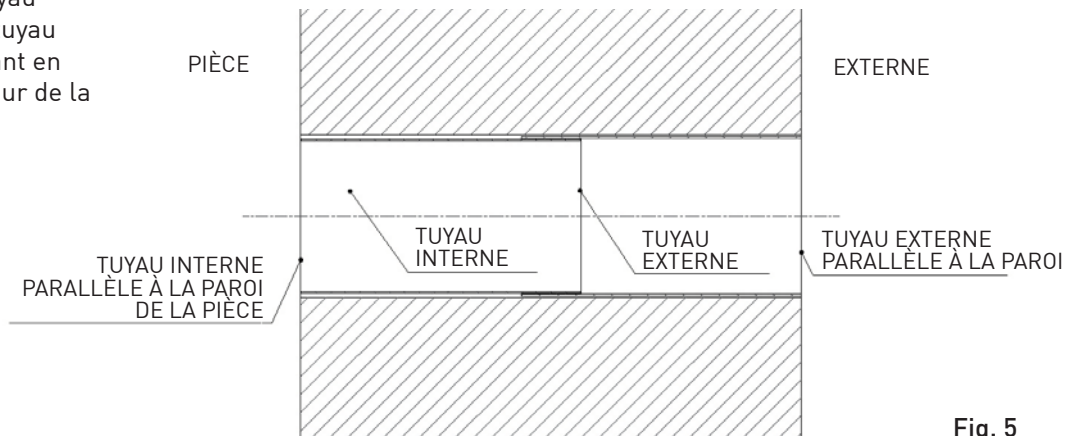

Fig. 5
4. Faites glisser le tuyau interne le long du tuyau externe en le plaçant en parallèle avec le mur de la pièce (fig. 5)